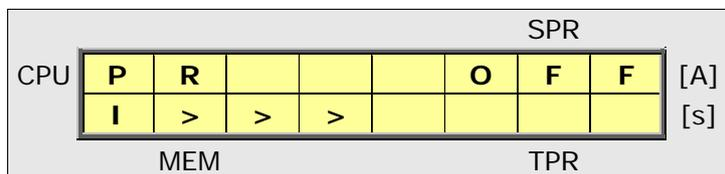

Fig.13 - Menu di programmazione per il cortocircuito
- Per SELEZIONARE una delle correnti è necessario premere uno dei pulsanti associati **C.L1**, **C.L3**, **C.NO** oppure **C.L1**, **C.L2**, **C.L3**, ottenendo il menu associato alla corrente selezionata. Per passare da una soglia all'altra è sufficiente premere il tasto **SHIFT**. Relativamente ad L1, L2, L3 si passerà prima dal menu **I>** a quello **I>>**, poi con una seconda pressione di **SHIFT** da **I>>** a **I>>>**. Se il DPL-M01 è un modello trifase, con la successiva pressione di **SHIFT** si passerà da **I>>>** a **Io>** per la corrente omopolare calcolata come la somma delle tre correnti di fase. Con una successiva pressione di **SHIFT** si passerà a **Io>>**. Relativamente al DPL-M01 omopolare, con il pulsante **C.NO** si passerà prima dal menu **Io>**. Con una pressione del tasto **SHIFT** si passerà da **Io>** a **Io>>**. Con una nuova pressione di **SHIFT** si tornerà alla soglia **Io>**. Se ad esempio vogliamo impostare il menu di cortocircuito per le fasi dobbiamo premere prima **C.L1** oppure **C.L3**, poi **SHIFT** per ottenere il menu di Fig.13 che mostra le impostazioni di cortocircuito. In alto a destra viene mostrato il codice **OFF** ad indicare che la soglia di cortocircuito è disabilitata alla generazione del trigger.